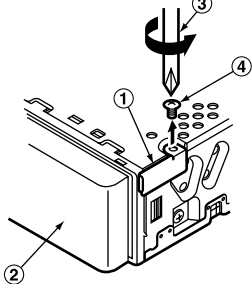

Figure 6 / 图 6 / 그림 6
- Remove the screw from the source unit (Figure 6).
- 从主机上卸下螺丝(图6)。